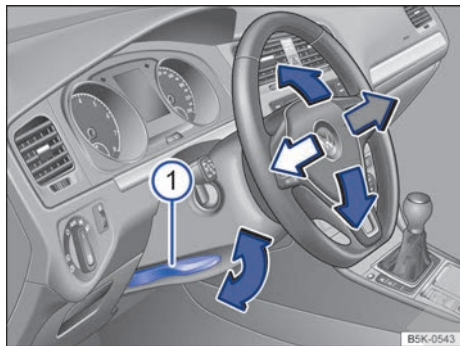

Fig. 53 Ajuste mecánico de la posición del volante.
- Tire hacia abajo de la palanca ⇒ fig. 53 ① ⇒ ⚠.
- Después del ajuste, presione siempre la palanca ⇒ fig. 53 ① firmemente hacia arriba para que no se modifique la posición del volante accidentalmente durante la marcha.